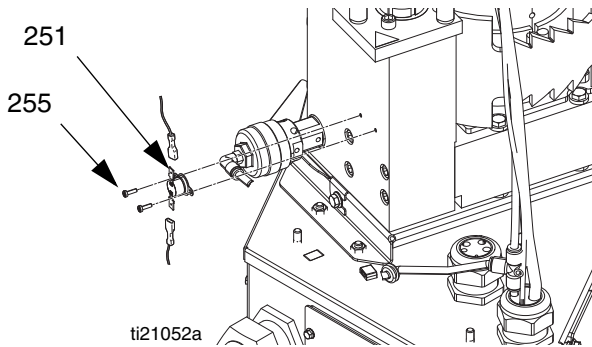

FIG. 43
11. Instale los aisladores (53, 75) en el conjunto del fundidor (5).
12. Conecte el terminal (87) del cable de tierra y el tornillo de tierra (88) con el conjunto del fundidor (5).
13. Conecte los conectores de cables al interruptor de sobretensión (251). Consulte la FIG. 43 en la página 74.
14. Use las tuercas (3) para instalar la cubierta de metal (27).
15. Extraiga el tubo de aire de la válvula de alivio (36) por el alojamiento de metal y luego conecte el tubo de aire a la válvula de alivio (245).
16. Instale la puerta de acceso delantero (10) en el armario eléctrico (1).
10. Desconecte los conectores de cables del interruptor de sobretemperatura (251). Consulte la FIG. 43 en la página 74.
11. Extraiga el cable del armario eléctrico y luego deseche el sensor (125) y los cables.
1. Pase los nuevos cables del arnés por el ojal (63) en la parte superior del armario eléctrico.
2. Conecte los conectores de cables al interruptor de sobretemperatura (251). Consulte la FIG. 43 en la página 74.
3. Coloque el sensor de temperatura del calentador de banda (125) en el fundidor.
4. Ajuste el tornillo (AA).
Desmontaje (consulte la FIG. 43):
Vuelva a montar (consulte la FIG. 43):